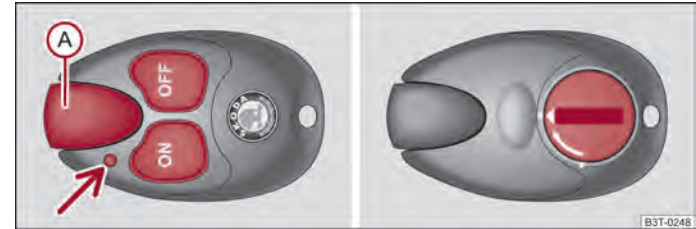

Abb. 113 Zusatzheizung: Funk-Fernbedienung/Unterseite der Funk-Fernbedienung mit der Batterieabdeckung
Die wirksame Reichweite beträgt bei geladener Batterie bis zu 600 m. Zum Ein- oder Ausschalten der Zusatzheizung halten Sie die Funk-Fernbedienung senkrecht, mit der Antenne  → Abb. 113 nach oben. Die Antenne dürfen Sie dabei nicht mit den Fingern oder der Handfläche überdecken. Hindernisse zwischen der Funk-Fernbedienung und dem Fahrzeug, schlechte Witterungsverhältnisse und eine schwächer werdende Batterie können die Reichweite deutlich verringern.
Die Kontrollleuchte in der Funk-Fernbedienung → Abb. 113 zeigt nach einem Tastendruck an, ob das Funksignal von der Zusatzheizung empfangen wurde und ob die Batterie ausreichend geladen ist. ▶
Wenn die Kontrollleuchte der Funk-Fernbedienung eine schwache oder entladene Batterie anzeigt, ⇒ **Abb. 113**, muss diese gewechselt werden. Die Batterie befindet sich unter einem Deckel auf der Rückseite der Funk-Fernbedienung.
- Stecken Sie in den Spalt des Batteriedeckels einen flachen, stumpfen Gegenstand, z. B. eine Münze, drehen Sie ihn entgegen der Pfeilrichtung bis zur Markierung und entriegeln Sie den Deckel ⇒ **Abb. 113** - rechts.